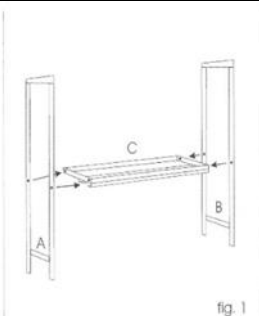

fig. 1
- Unir las paredes laterales A y B al plano para los nidos C (fig. 1) con los 4 tornillos correspondientes